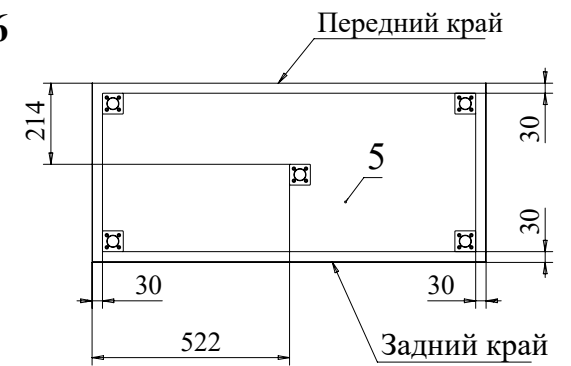

Рис. 7
6. При помощи шурупов 3,5x16 прикрутите опоры регулируемые к детали 5 (Рис. 7).